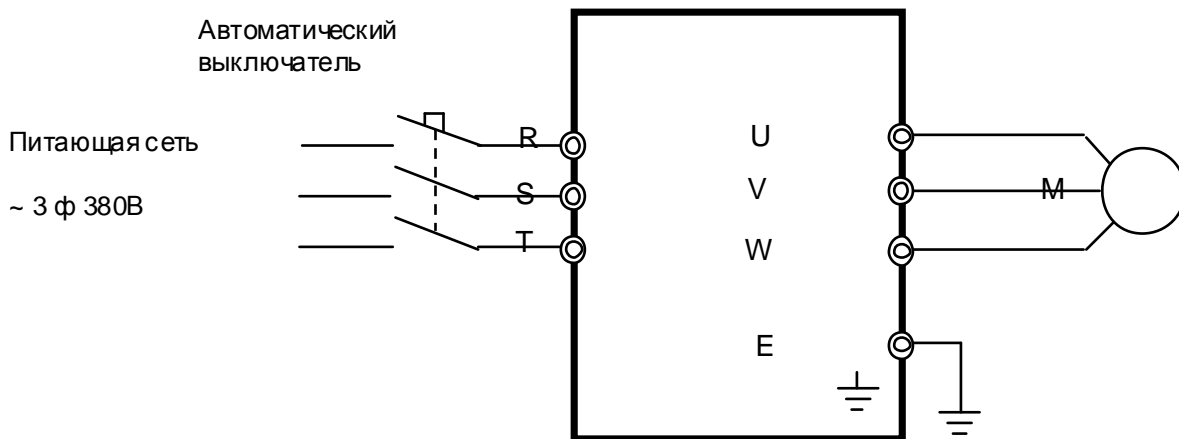

Рис. 8.2. Схема подключения силовых цепей ПЧ EI-9011
8.2.1. Подключить проверяемый ПЧ по схеме, приведенной на рис. 8.2.